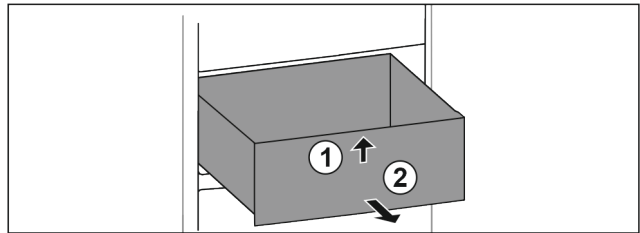

Fig. 75
- ▶ Schubfach vorne anheben. Fig. 75 (1)
- ▶ Schubfach nach vorne entnehmen. Fig. 75 (2)